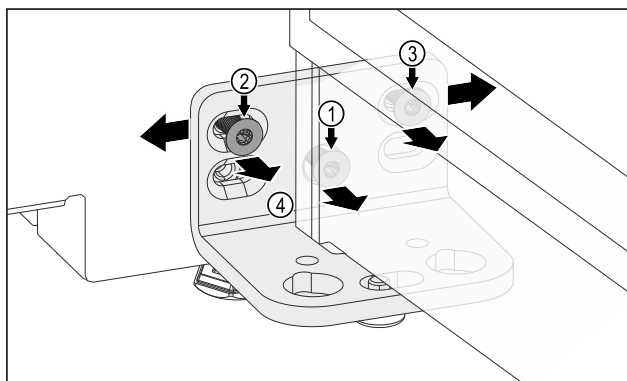

Fig. 12
- ▶ Távolítsa el a csavart Fig. 12 (1).
- ▶ Oldja ki a csavart Fig. 12 (2) és a csavart Fig. 12 (3). A csavarhoz Fig. 12 (3) rövidebb derékszögű csavarhúzóra lesz szüksége.
- ▶ Balra tolja el az ajtót a zsanérral Fig. 12 (4).
- ▶ Jobbra tolja el az ajtót a zsanérral Fig. 12 (4).
- ▶ Elérte az ajtó véghelyzetét: húzza meg a csavart Fig. 12 (2) és a csavart Fig. 12 (3).
- ▶ A csavarra Fig. 12 (1) a továbbiakban nem lesz szüksége.